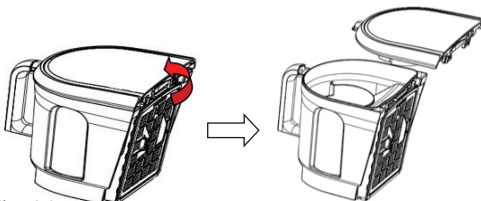

Fig.10
3. Comme le montrent les figures 10 et 11, tenez le réservoir à poussière au-dessus d'une poubelle puis appuyez sur le bouton dans l'ouverture située à la partie supérieure (au-dessus des flèches PULL) pour retirer le couvercle du réservoir à poussière et vider le contenu à poussière.